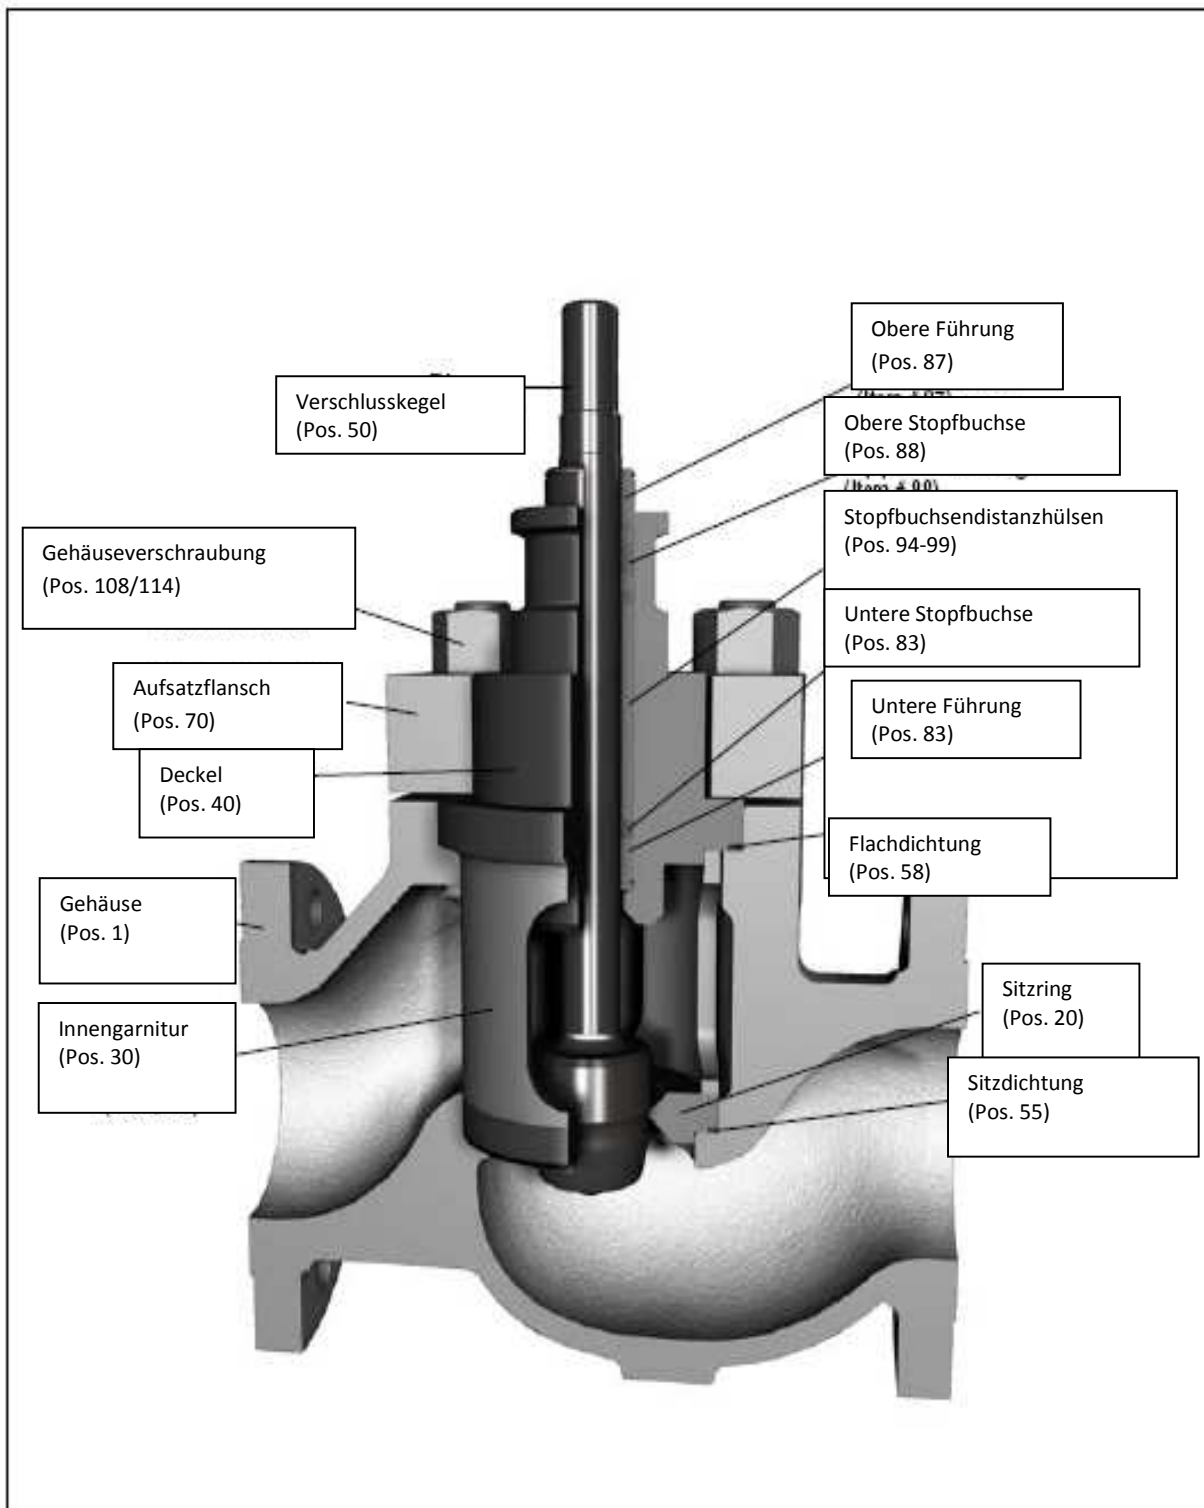

Abbildung 1: Mark One-Regelventil – Gehäusebaugruppe
- Abbildung 1 – Mark One-Regelventil – Gehäusebaugruppe